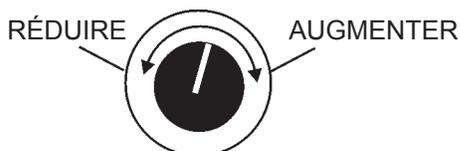

Figure 31. Bouton de commande du régulateur de tension
8. Si la tension n'est pas dans la tolérance spécifiée, utiliser le bouton de réglage de la tension (Figure 31) pour augmenter ou diminuer la tension souhaitée.